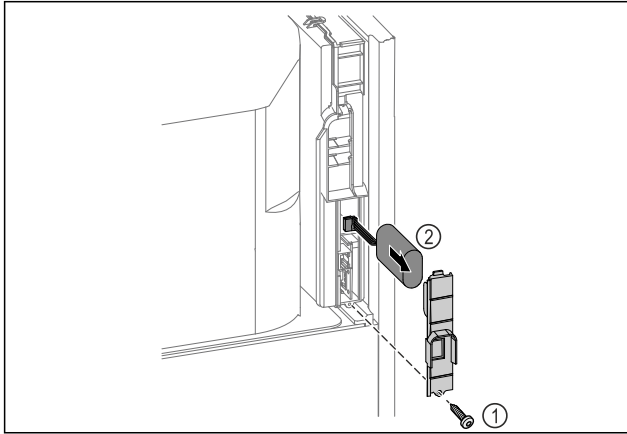

Fig. 219
- ▶ Vyšroubujte šrouby a odstraňte kryt na zadní straně spotřebiče Fig. 219 (1).
- ▶ Odpojte a vyjměte baterii Fig. 219 (2).